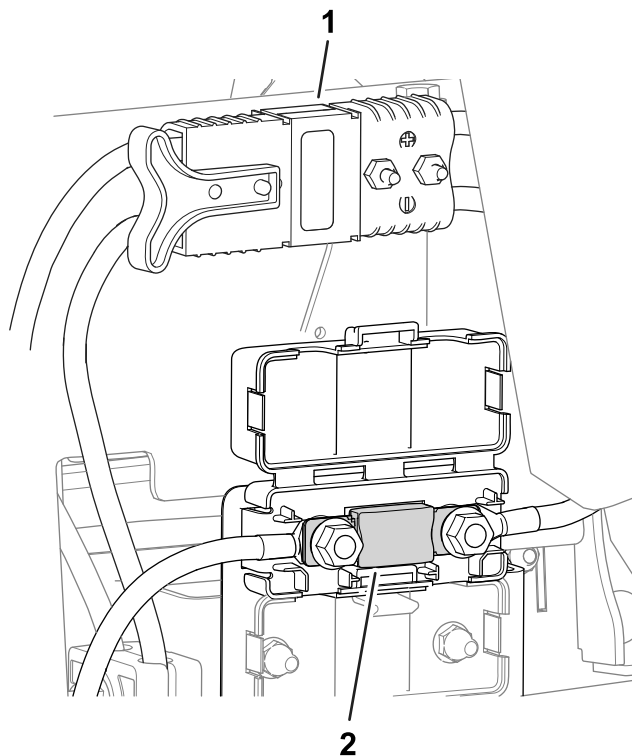

Figura 54
- O fusível do sistema elétrico encontra-se por baixo dos conectores de alimentação (Figura 54).